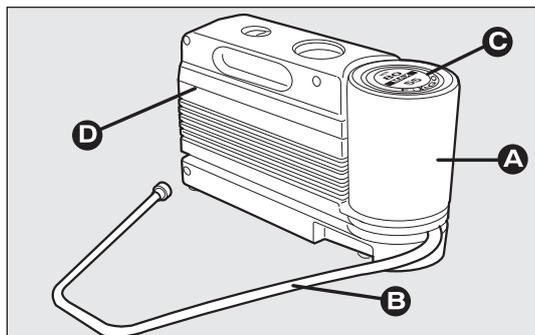

fig. 150
Le kit fig. 150 comprend :
- un compresseur D-fig. 150 muni d'un manomètre et de raccords, situés dans le compartiment ;